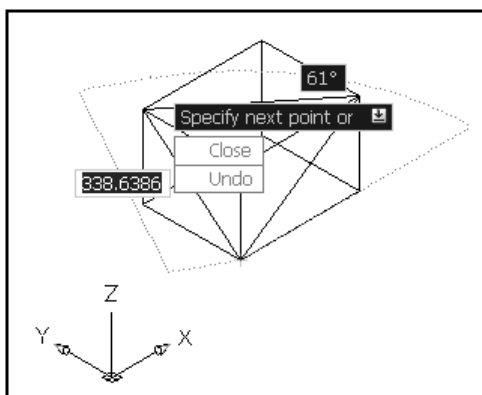

Рис. 1.23. Элементы строки при динамическом размерном вводе
- ◆ Размерный режим ввода (рис. 1.23), который доступен для команд рисования **LINE** (ОТРЕЗОК), **ARC** (ДУГА), **CIRCLE** (КРУГ), **ELLIPSE** (ЭЛЛИПС) и **PLINE** (ПОЛИЛИНИЯ), выводит около курсора подсказку команды и имеет поля для расстояния и абсолютного угла его наклона к оси Ox . Переход от одного поля к другому выполняется при помощи клавиши $\langle \text{Tab} \rangle$. В этом режиме можно вывести динамическое меню ввода, в котором содержатся ранее введенные координаты и динамическое меню с опциями команды, если нажать клавишу со стрелкой, направленной вниз ($\langle \downarrow \rangle$). Обратная операция — отказ от меню выполняется после нажатия клавиши со стрелкой, направленной вверх ($\langle \uparrow \rangle$).